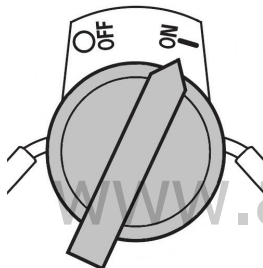

Рис. 21 Выключатель зажигания
6. Выключатель зажигания переведите в положение «ON» (Включено) (Рис. 21).
При возникновении аварийной ситуации, для экстренной остановки двигателя переведите выключатель зажигания двигателя в положение «OFF» (Выключено) (Рис. 21).
4. Переведите выключатель зажигания в положение «OFF» (Выключено) (Рис. 21).